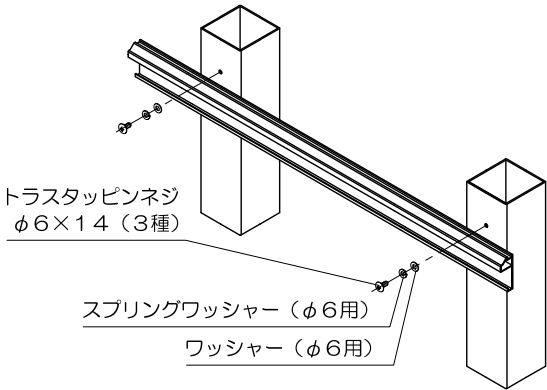

図9. 胴縁補助の取付
(1) 胴縁補助のφ6.5穴と柱のφ5.2穴の位置を合わせ、トラスタッピンねじφ6×14（3種）で固定してください（図9）。